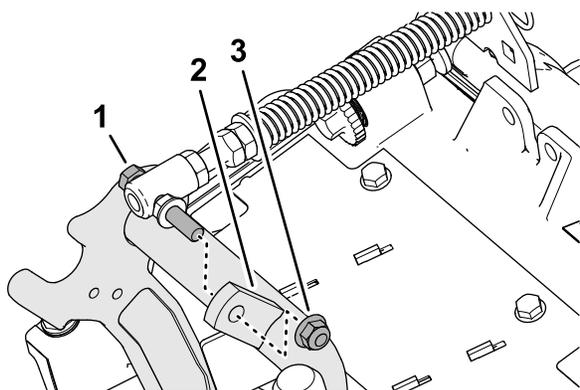

Figura 12
3. Retire a porca de bloqueio flangeada (3/8 pol.) que fixa o parafuso da mola de compensação da relva à aba direita da estrutura de suporte, e retire a mola de compensação da unidade de corte (Figura 12).